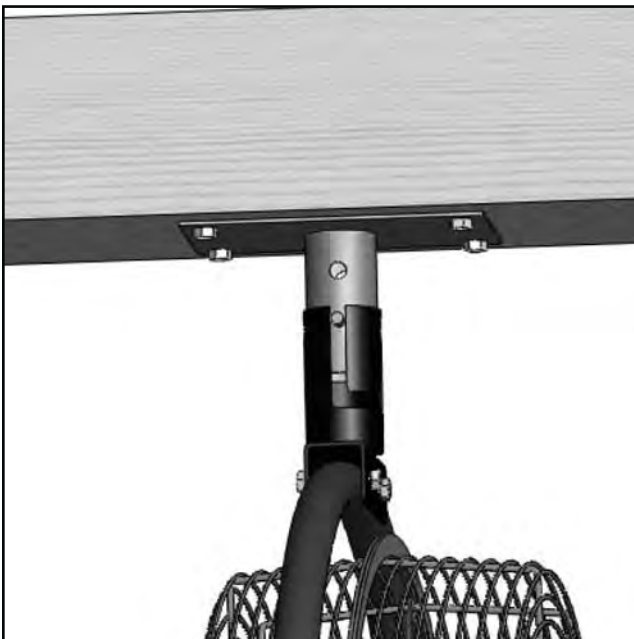

Figure 7:
2. Faites coulisser le support du connecteur sur le poteau de montage de plafond. (Voir la Figure 7, à la page 9)